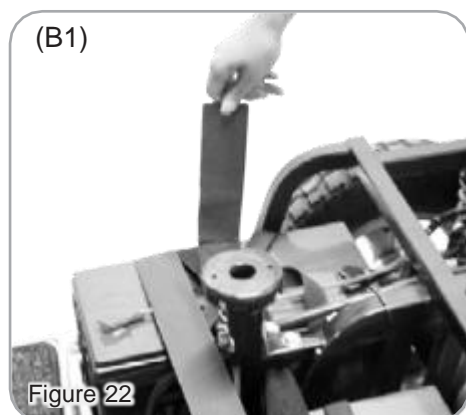

Figure 22
3. Relâchez la fixation à crochets et à boucles (B1) (figure 22).